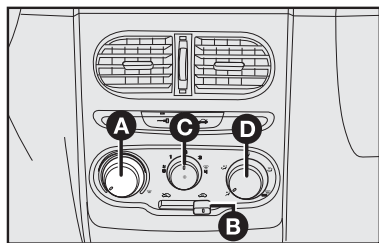

fig. 51
### COMANDOS - fig. 51
1) Seletor para a temperatura do ar **A-fig. 51** totalmente posicionado à esquerda.
2) Seletor do ventilador **C-fig. 51** posicionado na velocidade máxima.
3) Seletor de distribuição do ar **D-fig. 51** apontado para ☞; controlar para que todas as saídas de ar estejam totalmente abertas.
4) Ligar o ar-condicionado apertando o seletor **C-fig. 51**.
O ar-condicionado é muito útil para acelerar o desembaçamento, pois desumidifica o ar. É suficiente regular os comandos para a função de desembaçamento e ativar o condicionador, apertando o seletor **C-fig. 51**.
1) Condicionador de ar ligado: seletor **C-fig. 51**.